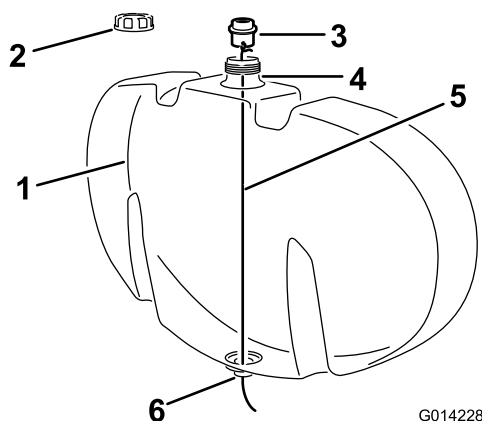

Figura 2
- B. Ligue um cabo, mais comprido que a altura do depósito, a um dos quatro furos da forquilha de retenção na união do anteparo (Figura 2).
- D. Baixe o cabo através da abertura no furo de enchimento do depósito e encaminhe-o pela abertura na parte inferior do depósito (Figura 2).
- C. Retire a tampa do depósito de lavagem (Figura 2).